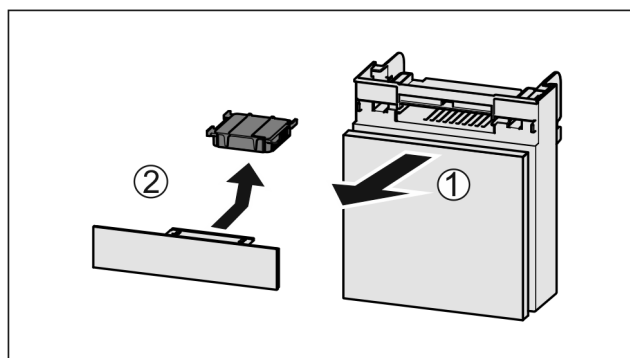

Fig. 145
- Estrarre il vano tirando in avanti Fig. 145 (1).
- Rimuovere il filtro a carboni attivi Fig. 145 (2).